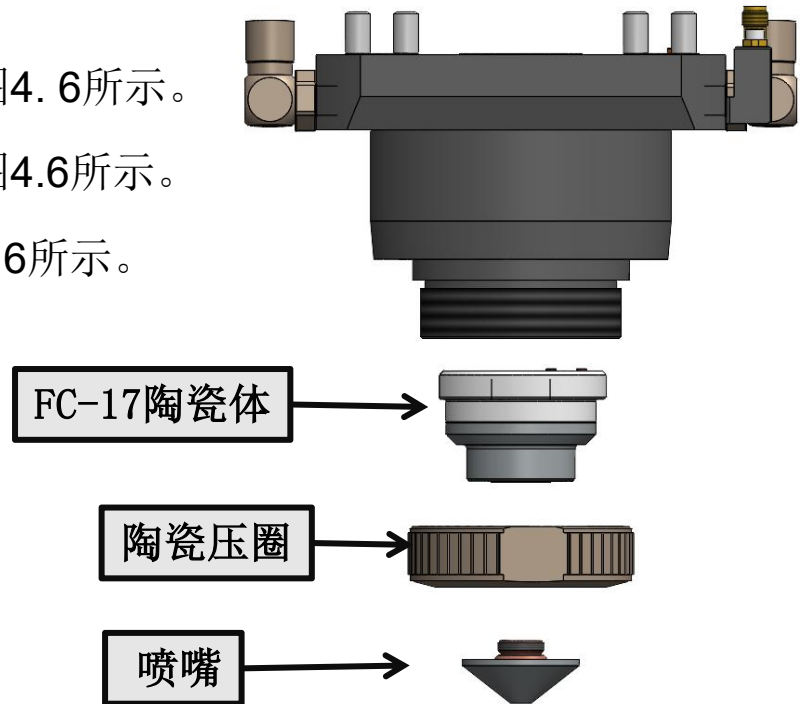

图4.6
- ① 逆时针旋转拆下喷嘴，如图4.6所示。
- ② 逆时针旋下陶瓷压圈，如图4.6所示。
- ③ 竖直向下取出陶瓷，如图4.6所示。